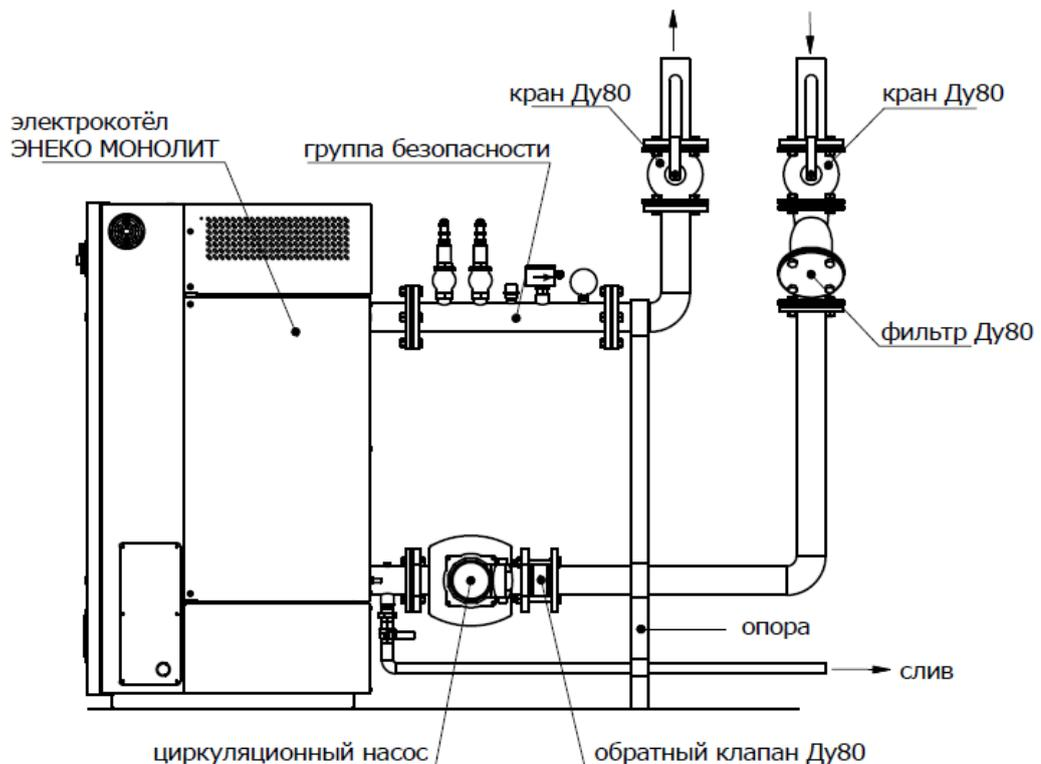

Рис. 5
- 6.8. Группа безопасности, входящая в комплект поставки, должна быть смонтирована только на выходном патрубке электродкотла (см. рис. 5).